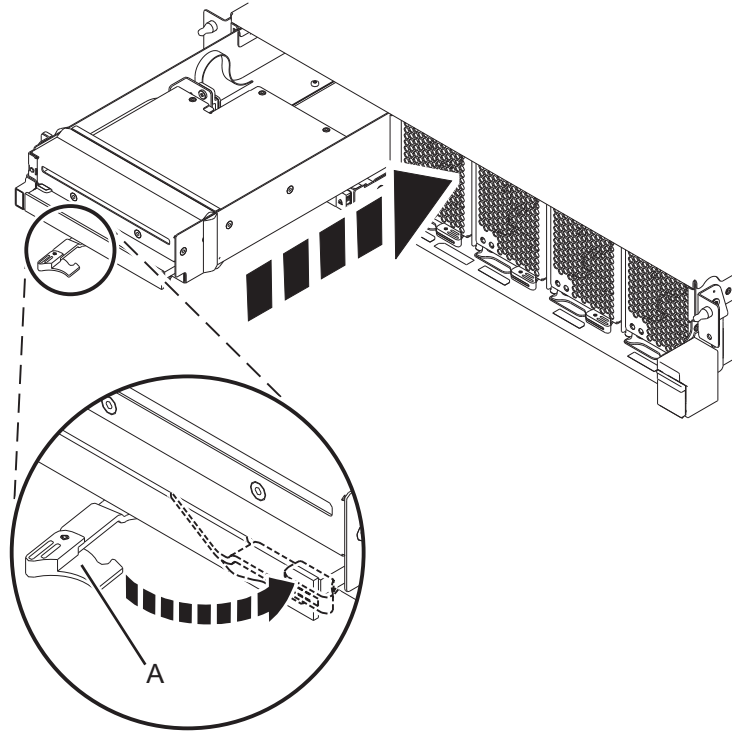

Figure 1. Installation d'une unité de stockage extra-plate sur une unité de contrôle système 9080-MHE, 9080-MME 9119-MHE ou 9119-MME
- a. Vérifiez que la poignée de l'unité de stockage extra-plate (**A**) est en position ouverte, comme illustré à la figure 1, à la page 3.